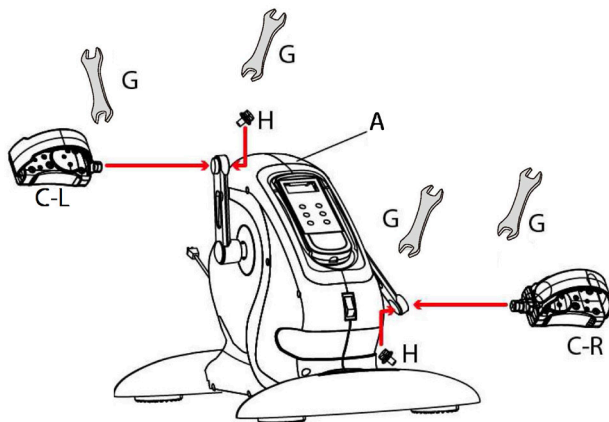

Fig. 4
1. Installez la pédale gauche (C-L) et une vis (H) sur le corps principal (A) comme indiqué sur la Fig. 4.
2. Vissez bien à l'aide de la touche des pédales (G)
3. Installez la pédale droite (C-R) et l'autre vis (H) sur le corps principal (A) selon les mêmes procédures que les étapes 1 et 2 ci-dessus.